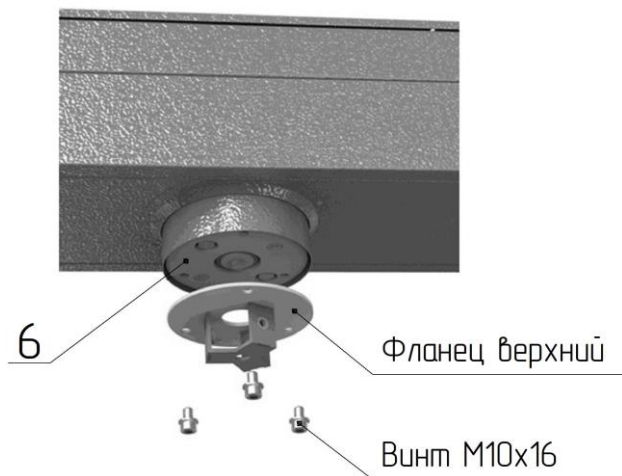

Рис. 5 Соединение верхнего фланца центральной стойки с диском муфты привода **6**
- установите на диск муфты привода **6** (рис. 5) верхний фланец центральной стойки и закрепите винтами M10x16; нижний фланец прикрепите к фланцу вала напольной плиты **7** винтами M8x16;